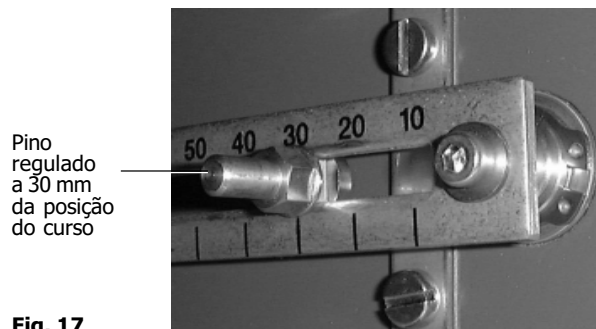

Fig. 17
5.1.5 O braço de feedback do posicionador é graduado em mm do curso da válvula. Coloque e prenda o pino (6, 7 e 8) no braço de retorno na posição equivalente do curso da válvula (ver Figs. 17 e 18).